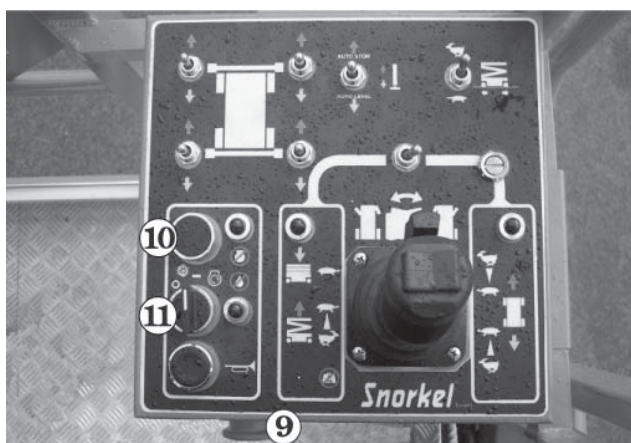

Abb. 8.14
7. Drehen Sie den **Notaus-Schalter 9** im Uhrzeigersinn, bis er herauspringt (eingeschaltet) (siehe Abb. 8.14).
8. Wenn der Motor kalt ist, den **Choke-Schalter 10** (siehe Abb. 8.14) während des nächsten Schrittes drücken.
9. Den **Start-Schalter 11** im Uhrzeigersinn drehen (zur Start-Stellung) und halten, bis der Motor anspringt, oder 20 Sekunden lang, je nachdem, was früher eintritt. Wenn der Motor anspringt, den Startschalter **11** und den Choke-Schalter **10** loslassen (siehe Abb. 8.14).